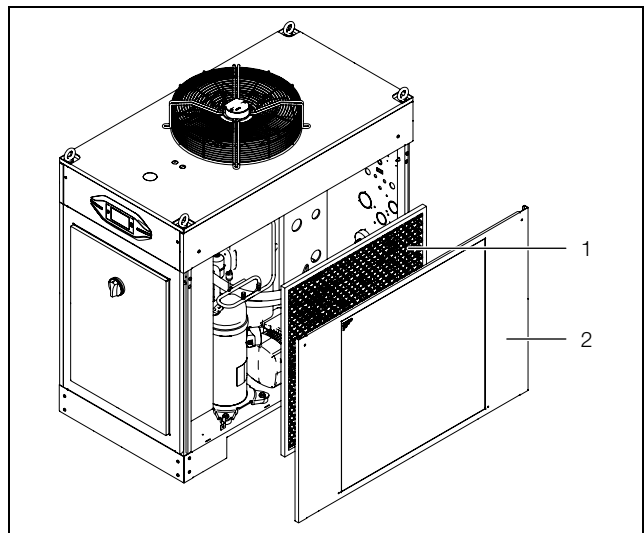

Imagen 24: Desmontaje del lateral
■ Desmonte el lateral (imagen 24, pos. 2) de la chiller y colóquelo en un sitio seguro.
■ Inserte el filtro metálico (imagen 24, pos. 1) en el marco previsto para ello dentro del lateral y asegúrelo.